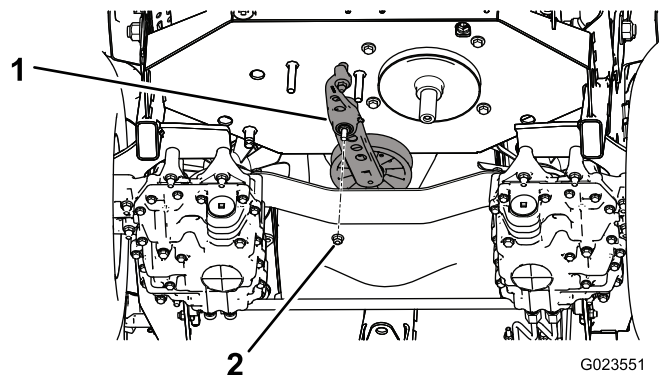

図 57
5. テンショナアセンブリをフレームに固定しているナットを外す(図 57)。